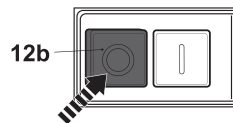

Fig. 22
- > Presione el interruptor de apagado "O" (12b) para apagar el producto (Fig. 22).